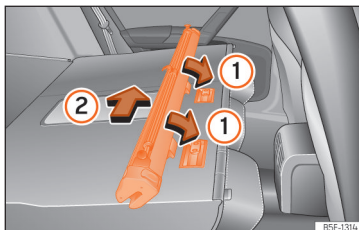

Abb. 187 Einbau des Trennnetzes an den Rücksitzlehnen
- Ordnen Sie die Schale des Netzes in der Unterseite der Stützschielen in Pfeilrichtung an >>> **[Abb. 187] ①**.
- Drücken Sie die Schale nach links vom Fahrzeug in Pfeilrichtung >>> **[Abb. 187] ②** und bis zum Anschlag.
- Ziehen Sie am Gehäuse des Netzes ca. 5 cm gegen die Pfeilrichtung >>> **[Abb. 187] ②**.
- Nehmen Sie den Einsatz des Trennnetzes aus den Halteschielen, indem Sie entgegen der Pfeilrichtung ziehen >>> **[Abb. 187] ①**.